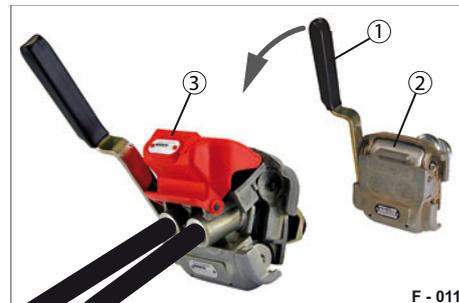

Abb. 18 Duo-Matic, angekuppelt
- ▶ Drücken Sie den Handgriff (Abb. 18/1) der Duo-Matic Schnellkupplungsdose nach unten und schieben Sie den Kupplungskopf (Abb. 18/3) unter die geöffneten Schutzdeckel.